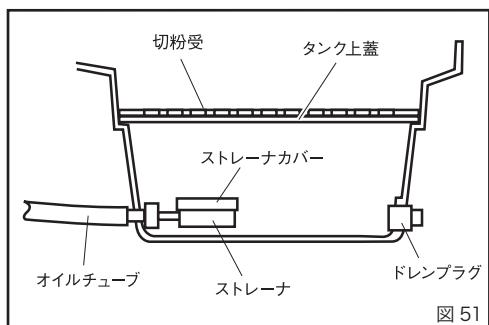

図 51
3. オイルタンクの清掃 (図 51)
細かい切粉がタンク内にたまりますので、月に1回程度タンク内をきれいに掃除してください。(図 51)